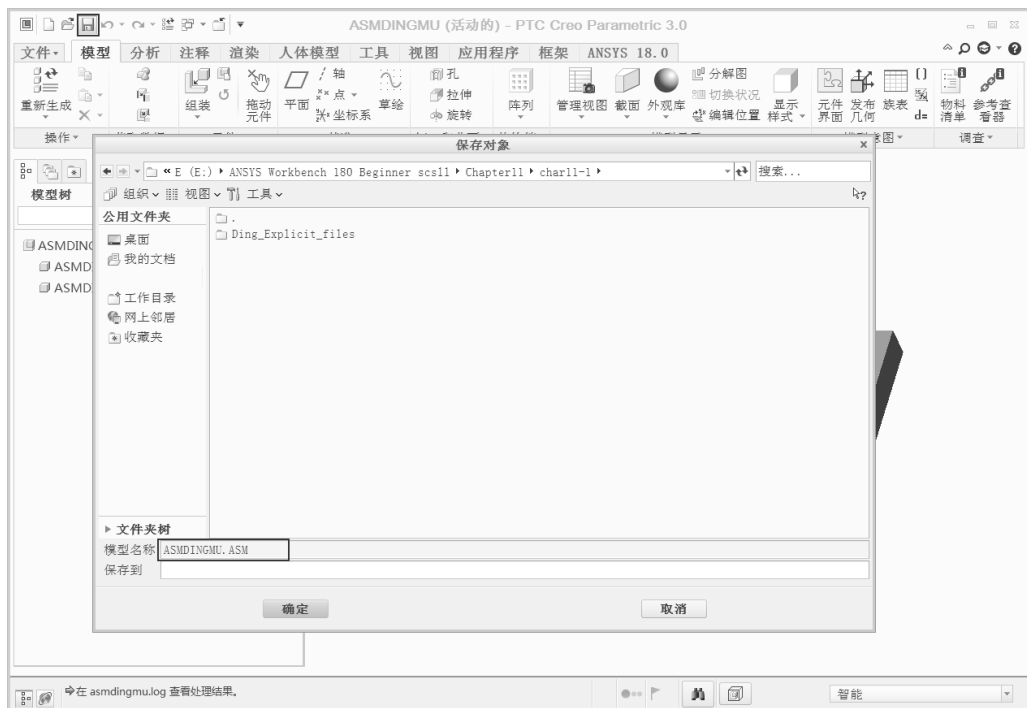

图 11-5 保存文件
Step5：如图 11-5 所示，单击工具栏中的 按钮，在弹出的“保存对象”对话框中单击“确定”按钮，默认文件名称为 asmdingmu。